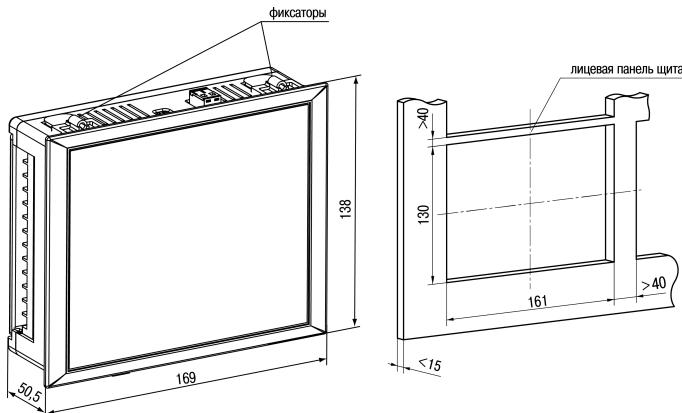

Рисунок 4.2 – Габаритные размеры корпуса Ш7
1. Подготовить на щите управления место для установки прибора (см. *рисунок 4.2*).